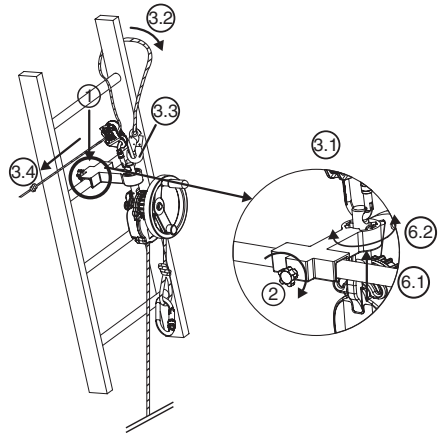

Fig. 7
6.3.3. derope™-toestel UP K (Fig. 7)
1. Plaats de kleine steunconsole op het sport van de ladder in de vereiste positie om de reddingsoperatie uit te voeren, boven de te evacueren persoon (Fig. 7, 1).
2. Zet de blokkeerpen van de geleiding vast aan de hand van de klemknop die zich aan de achterkant van de console bevindt (Fig. 7, 2).
- - Bevestig de connector van de afstelrichting LCM 05 in het bovenste gat van de verankerung (Fig. 7, 3.1).
- - Breng de leiriem rond het sport van de ladder boven de console door één van de steigers van de ladder te omleiden (Fig. 7, 3.2).
- - Koppel de connector van de leiriem aan op de connector van de afstelrichting LCM 05 (Fig. 7, 3.3).
- - Span de leiriem op door aan het vrije uiteinde te trekken (Fig. 7, 3.4).
6. Richt het derope™-toestel naargelang de behoeften en wijzig de positie van de verankerpen in de indexeerven (Fig. 7, 6.1 – 6.2).